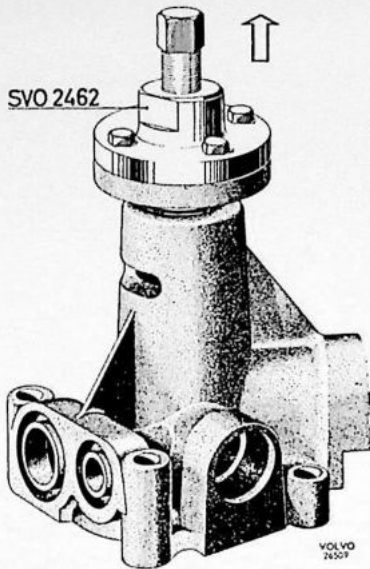

Fig. 2-104. Demontage van de naaf
2. Bevestig de trekker SVO 2462 stevig met de bouten van de poelie en trek de naaf eraf. Zie Fig. 2-104.